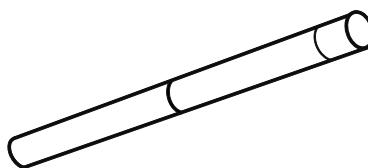

Fig. 6 – Conexão dos tubos extensores
- Conecte os tubos extensores. APV 1010 possui 3 tubos extensores, os demais modelos possuem 2 tubos extensores (Fig. 6).